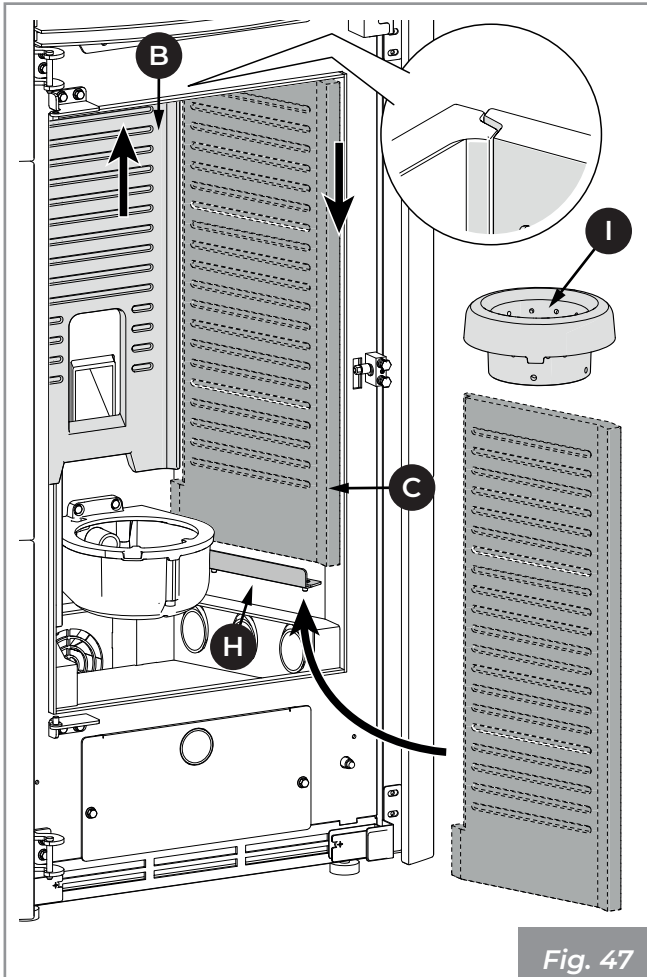

Fig. 47
- Positionner la plaque réfractaire de droite (C) dans la chambre de combustion (Fig. 47) en soulevant légèrement la plaque de fond (B).
- Insérer la partie inférieure de la plaque de droite (C) dans le profil latéral de la plaque arrière (B) et vérifier qu'elle soit bien insérée dans le logement du support (H).
- Remettre le brasero en place (I).